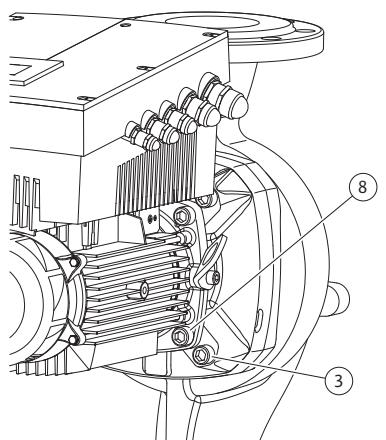

Fig. 52: Opcionalno učvršćivanje utičnog kompletta
11. Otpustite i izvadite vijke (Fig. 7, poz. 3). Ovisno o tipovima pumpi treba uzeti vanjske vijke (Fig. 52, poz. 3). Utični komplet (vidi Fig. 13) ostaje nakon uklanjanja vijaka sigurno pričvršćen u kućištu pumpe, čak ni u slučaju vodoravnog položaja vratila motora nema opasnosti od prevrtanja.
16. Ovisno o tipu pumpe, otpustite vijke (Fig. 7, poz. 10) ili alternativno vijke (Fig. 52, poz. 8).
22. Laternu pažljivo gurnite preko vratila pa je pozicionirajte u stari odn. neki drugi željeni kutni položaj u odnosu na prirubnicu motora. Pritom se pridržavajte dopuštenih položaja ugradnje dijelova (vidi poglavlje 7.1 „Dopušteni položaji ugradnje i promjene u rasponu dijelova prije instalacije“ na stranici 20). Pričvrstite laternu vijcima (Fig. 7, poz. 10) ili – kod tipova pumpi/laterni prema (Fig. 52) – vijcima (Fig. 52, poz. 8) na prirubnicu motora.